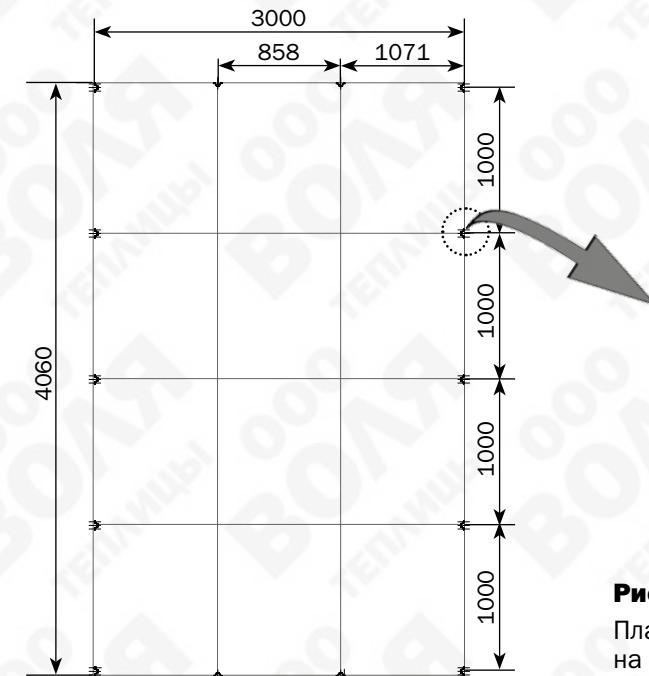

Рис. 4
- На выбранном месте установки теплицы необходимо выкопать ямки по схеме **рис. 4** на глубину штыка лопаты. Установите каркас в ямки. Проверьте шнуром равенство диагоналей каркаса. Общая осадка теплицы в грунте делается такой, чтобы нижние детали **6** дверного проёма касались грунта. Снова проверьте шнуром равенство диагоналей и скорректируйте положение углов каркаса.